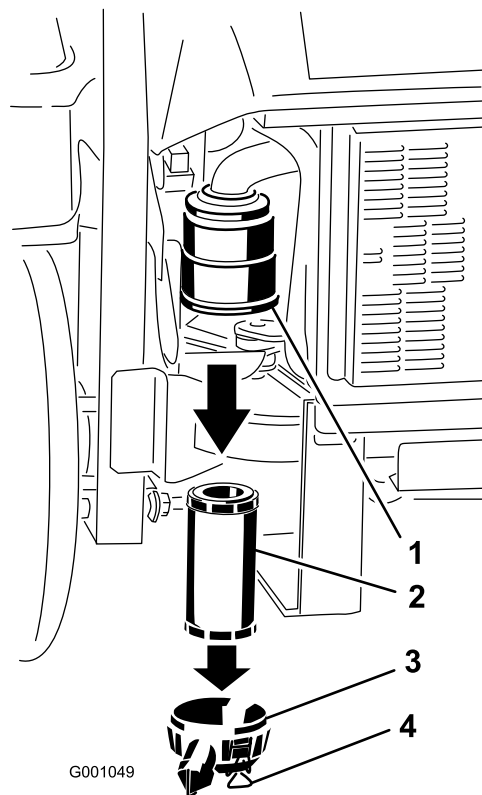

Figure 34
3. Ouvrez les attaches du filtre à air et enlevez le couvercle du corps du filtre (Figure 34).
5. Sortez l'élément filtrant du corps du filtre avec précaution (Figure 34). Évitez de cogner l'élément à l'intérieur du corps.